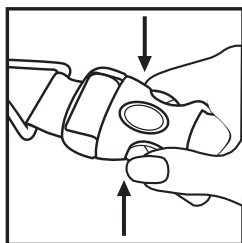
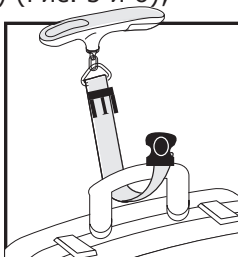

Рис. 4
Рис. 5
- Разсоедините крепление (11) (Рис. 4);
- Для включения весов нажмите кнопку  (6) и дождитесь пока на дисплее (1) появятся символы «0.0»;
- Протяните ремень (5) безмена через ручку Вашего предмета (предметов). Защелкните крепление (11) (Рис. 5 и 6);